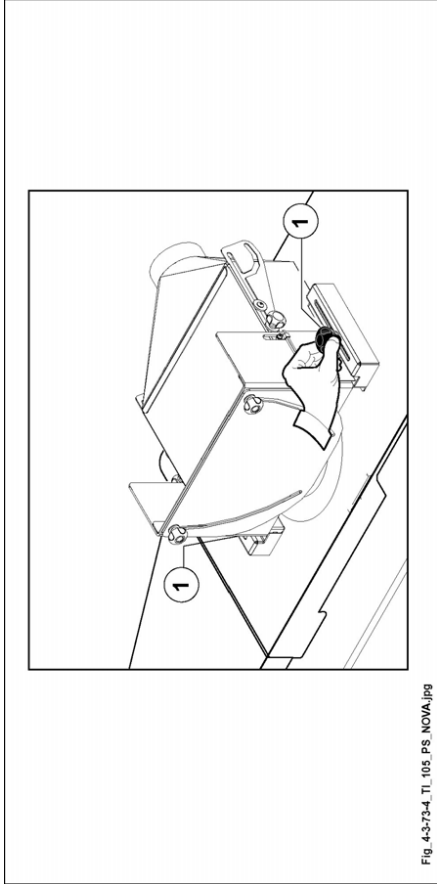

Abb. 4.3-73-4
- Haube auf der Arbeitsfläche positionieren und dabei den Bezugzapfen (C Abb. 4.3-73-5) in der durchgehenden Bohrung mittig einstellen.